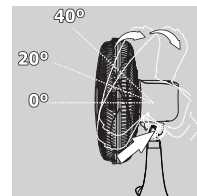

Figura 07
•Para direcionar o fluxo de ar, deve-se pressionar o botão para ajuste de inclinação conforme o indicado na **Figura 06**, e posicionar o motor na inclinação desejada como mostrado na **Figura 07**.